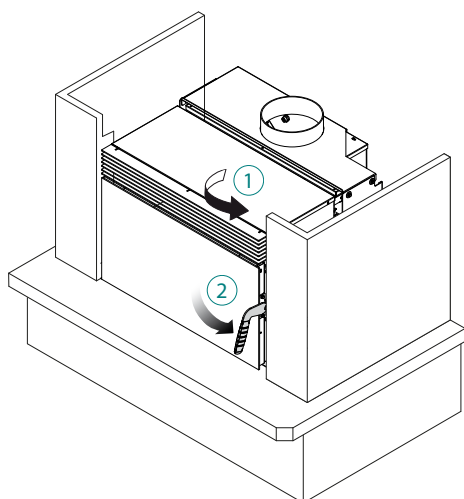

fig. 6.1.14
- 14) Chiudere lo sportello (fig. 6.1.14)